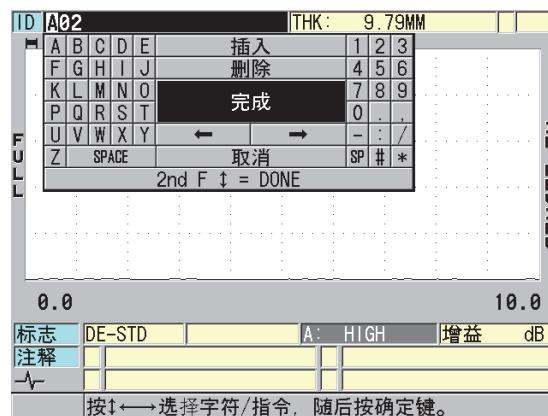

图 11-28 启用 ID 码编辑模式
4. 再次按 [**标识码**] 键, 编辑 ID 码的值 (参见第 205 页的图 11-28)。